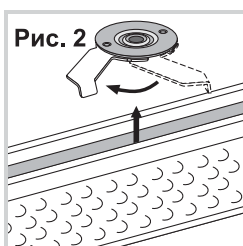

Рис. 2
- ① Установите крепления на потолок, как показано на рисунке 1А.
- ② Повернув защёлку против часовой стрелки (рис. 2), закрепите карниз на универсальных креплениях на расстоянии не более 20 см от края (рис. 1).
- ③ Для развески шторы необходимо распустить шнуры №1 и №2, сняв с них фиксирующие резинки. На шнурах шторы №2 зафиксированы крепёжные кольца (их не снимать до установки шторы №2).
- ④ Проверьте натяжение каждого шнура, потянув за них рукой вниз. Убедитесь, что все шнуры полностью выпущены из рабочих блоков.